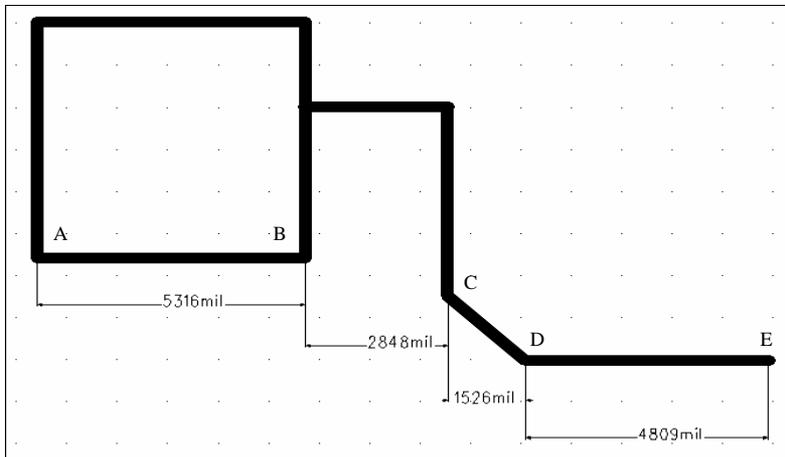

图 13-7 “继续”模式下的标注效果图
选取该模式, 表示标注时使用连续的标注模式, 也就是后一个标注自动以前一个标注的边界线为基准线进行标注, 如图 13-7 所示。
(5) 在图 13-7 中 A 点处单击鼠标左键，确定其为标注的起始端点。
(6) 在 B 点处单击鼠标左键，则 PADS 会自动以水平标注模式标注 A、B 之间的距离。
(7) 在 C 点处单击鼠标左键，则 PADS 会自动以水平标注模式标注 B、C 之间的距离。注意，此时基准线不再是 A 点所在的垂直方向的直线，而是 B 点所在的垂直方向的直线。
(8) 在 D 点处单击鼠标左键，则 PADS 会自动以水平标注模式标注 C、D 之间的距离，此时基准线变为 C 点所在的垂直方向的直线。
(9) 在 E 点处单击鼠标左键，则 PADS 会自动以水平标注模式标注 D、E 之间的距离，此时基准线变为 D 点所在的垂直方向的直线。